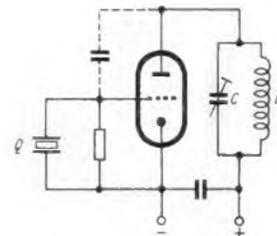
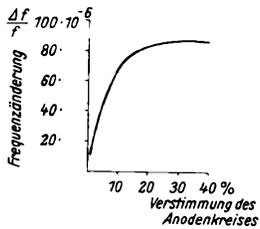

Bild 5. Die Pierce-Schaltung (Huth-Kühn-Schaltung)
Bild 7. Frequenzverstimmung eines Pierce-Oszillators bei Änderung der Abstimmung des Anodenkreises
1. Pierce-Schaltung (Huth-Kühn-Schaltung Bild 5).
Verlauf des Anodenstromes mit der Abstimmung des Anodenkreises Bild 6. Auf flach ansteigenden Ast einstellen, damit die Schwingung bei Schwankungen der Betriebsspannung nicht abreißt. Typischer Verlauf der Frequenz bei Verstimmung des Anodenkreises Bild 7. Um diese Frequenzverwerfung zu vermeiden, wird der Anodenkreis durch eine Drossel ersetzt. Die erzielbare Hf-Ausgangsspannung ist dann geringer. Für die Gitterableitung ist in Bild 5 ein Widerstand gezeichnet, der gleichzeitig zur Gittervorspannungserzeugung dient. Dämpft er den Quarz zu sehr, so kann eine geeignet bemessene Drossel in Reihe geschaltet werden.